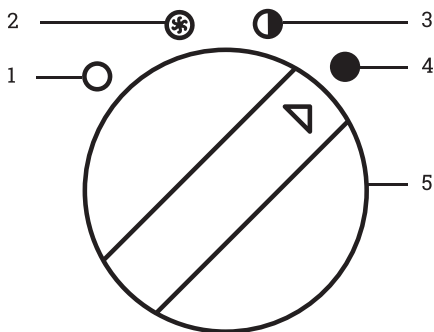

Рис. 2. Блок управления:
Перед подключением прибора к электросети установите ручку переключателя режимов (5) в положение «1» (выключено) (рис. 2). Затем подключите теплоventилятор к электросети. Подключите кабель через клеммный блок или автоматический выключатель. Прибор готов к работе.
Для включения прибора в режиме вентиляции (без нагрева) переведите ручку переключателя режимов (5) в положение «2» (см. рис. 2). Начнет работать ventилятор. Чтобы отключить режим вентиляции и выключить прибор, переведите ручку переключателя режимов (5) в положение «1».
Чтобы включить прибор в режиме обогрева, поверните ручку переключателя режимов (5) в положение «3» для частичной мощности обогрева или в положение «4» для полной мощности (см. рис. 2).
Чтобы выключить прибор, поверните ручку переключателя режимов против часовой стрелки в положение «2» (вентиляция без нагрева) (см. рис. 2). Дайте поработать тепловентилятору в режиме вентиляции несколько минут для охлаждения нагревательных элементов. После этого поверните ручку переключателя режимов в положение «1», выключив прибор.